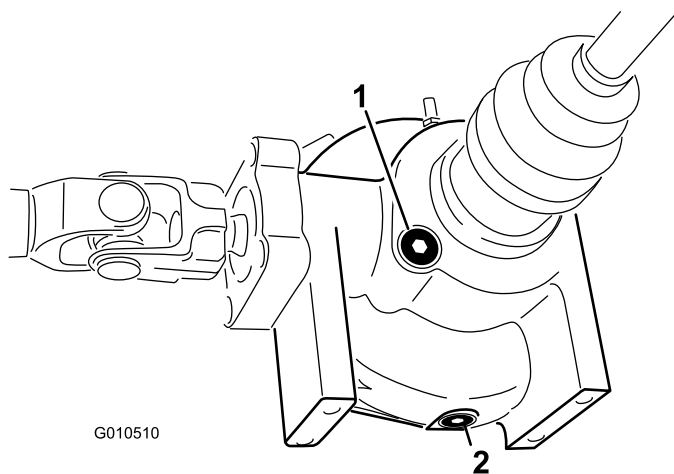

Figura 53
2. Limpe a área em torno do tampão de escoamento na parte lateral do diferencial (Figura 53).